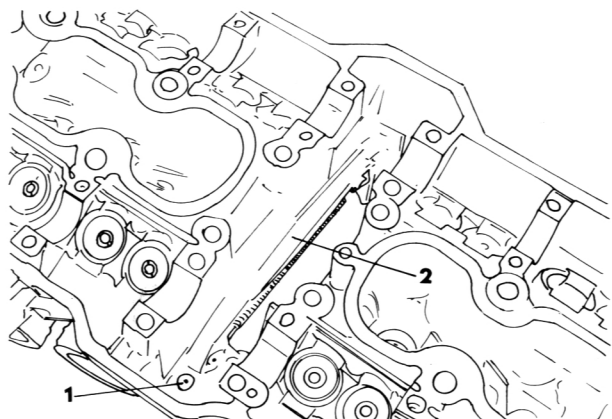

Bild 39
- Die Schraube (1) im Zylinderkopf entfernen, den Kettenspanner (2) nach hinten ziehen und abnehmen (Bild 39).